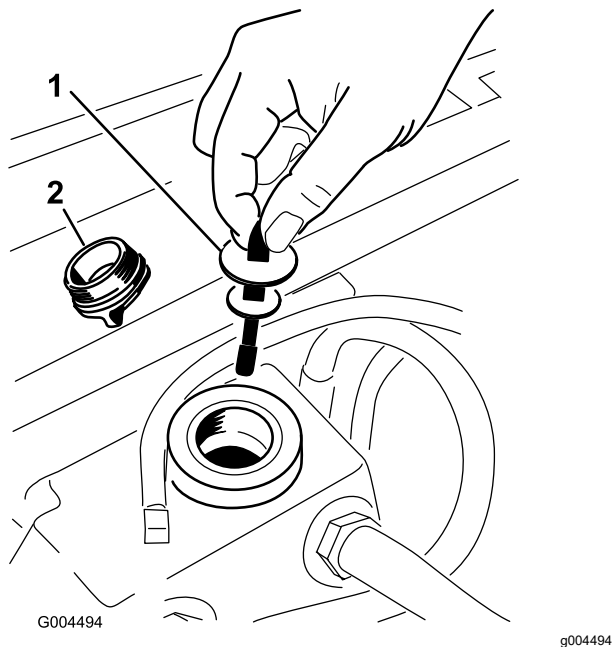

Figure 63
5. Enlevez le bouchon du goulot de remplissage du réservoir hydraulique (Figure 63).
6. Retirez la jauge et essuyez-la sur un chiffon propre (Figure 63).
7. Remettez la jauge dans le goulot de remplissage, ressortez-la et vérifiez le niveau de liquide (Figure 63).